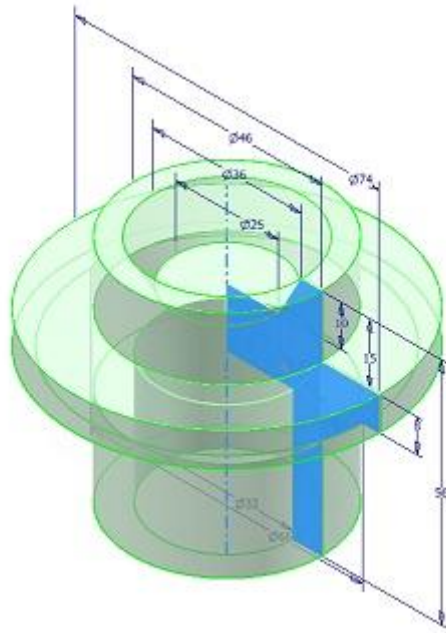

Рисунок 4.3
- Вызовите команду **Повернуть** из стандартной панели и ориентируйте модель как показано на рис. 4.3.